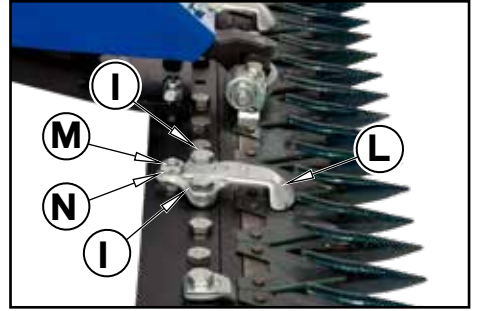

Fig. 6 - Orta boy kesim ot biçme kılavuzunun ayarlanması
3) BİÇAK KILAVUZU AYARLI (Fig. 6)
Aşırı olmasını önlemek için bıçak kılavuzu ve bıçak arasındaki boşluğu periyodik olarak ayarlayın. Aşağıdaki yolla yapın: Orta boy kesim için biçme (Fig. 6)